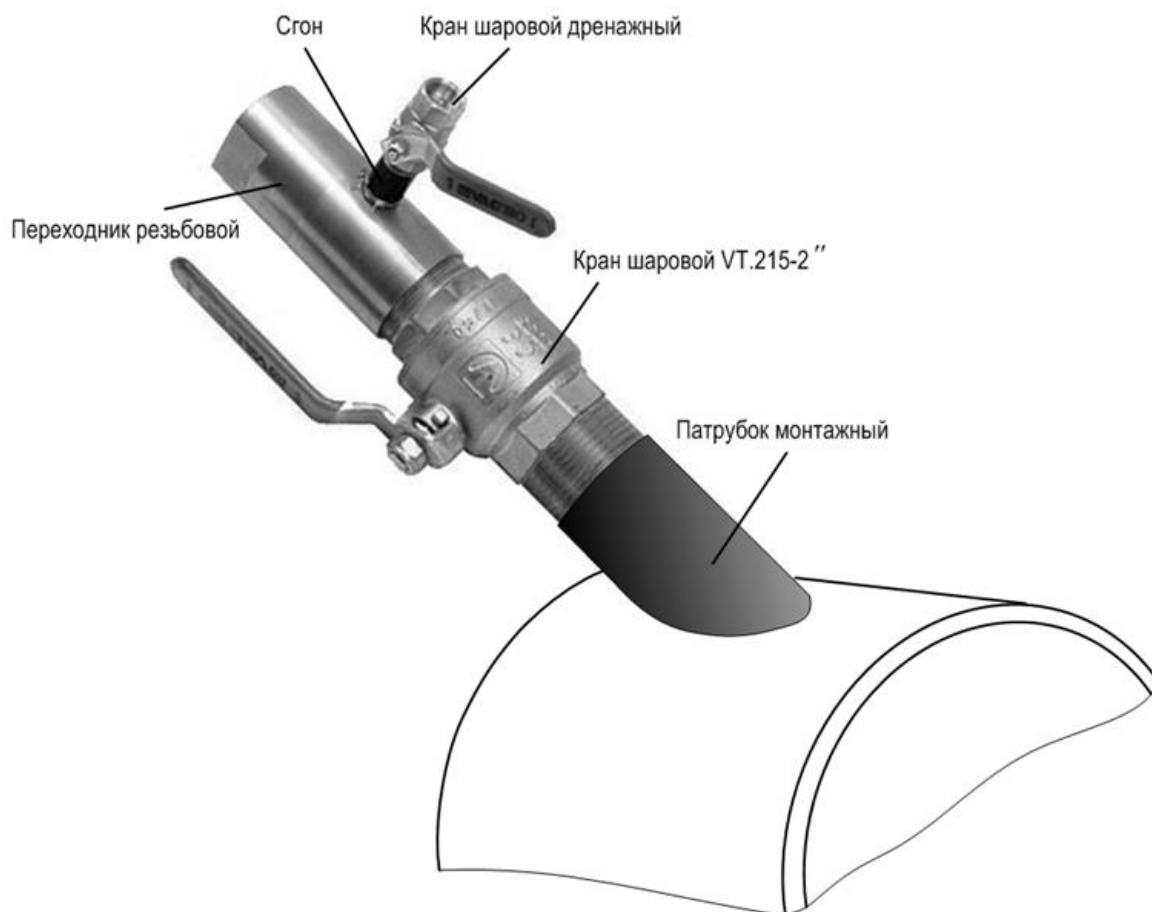

Рис.5. Вид конструкции для обеспечения сверловки отверстия.
4.3.4. Собрать конструкцию, показанную на рис.5: